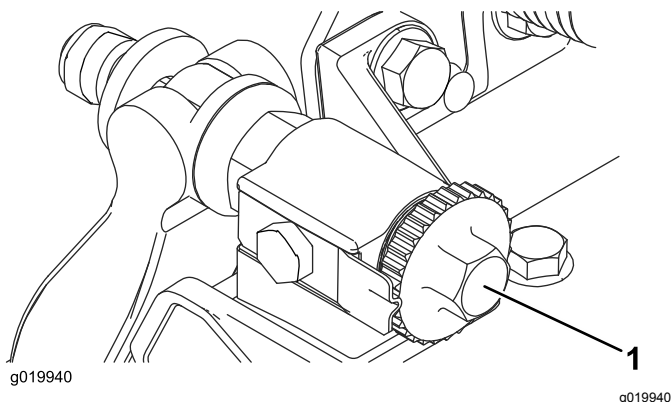

Рисунок 9
2. Поверните регулировочные винты неподвижного ножа против часовой стрелки, чтобы неподвижный нож не касался барабана (**Рисунок 9**).